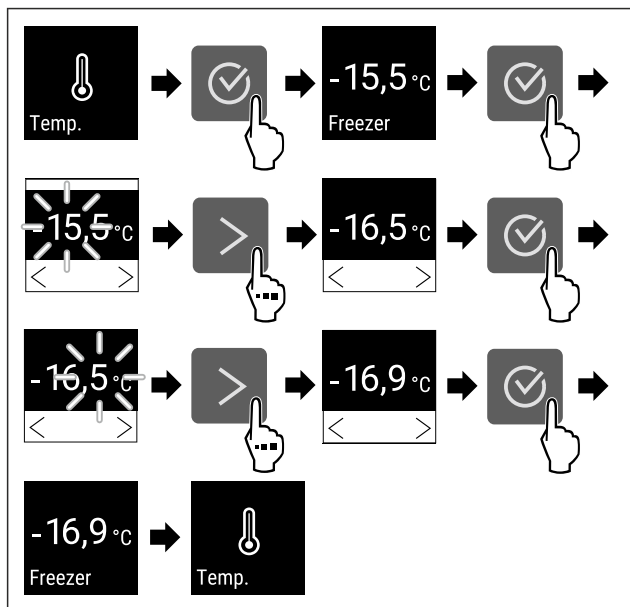

Fig. 66 Temperaturskift fra -15,5°C til -16,9°C
- ▶ Udfør handlingstrinene (se Fig. 66).